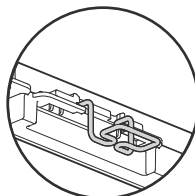

Fig. 9-5
9.4.1. Voorbereidingen (Fig. 9-5)